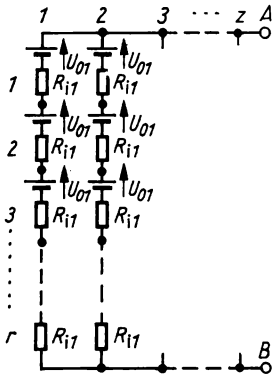

Bild 127
1. Eine Reihe von r Spannungsquellen (Bild 127) hat die Ersatzurspannung $U_{0r} = rU_{01}$ und den Ersatzwiderstand $R_{1r} = rR_{11}$. Bei Parallelschaltung mehrerer Reihen mit r Widerständen ändert sich die Ursprungsspannung nicht. Die Leerlaufspannung ist gleich der Ursprungsspannung